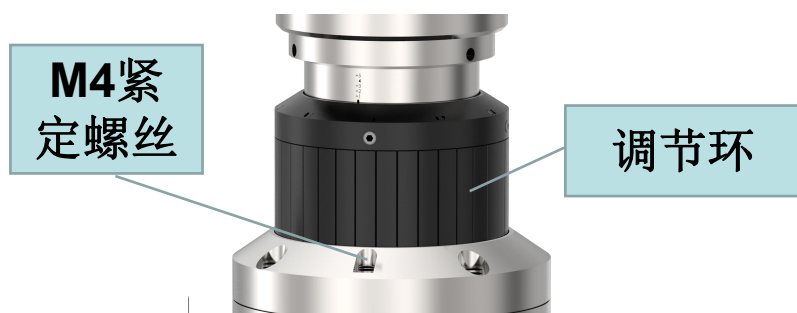
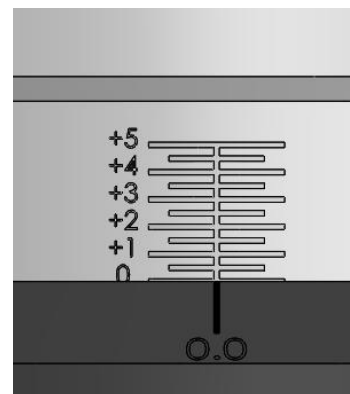

图2.2
图2.3
① 产品安装完成后，在确保安全情况下，松开**3颗M4紧定螺丝**（逆时针转动**2圈**），转动调节环（如图2.2），以达到所需准直要求。产品初始刻度为零点（如图2.3），调节范围请参考参数表，调节时严禁超出刻度范围。